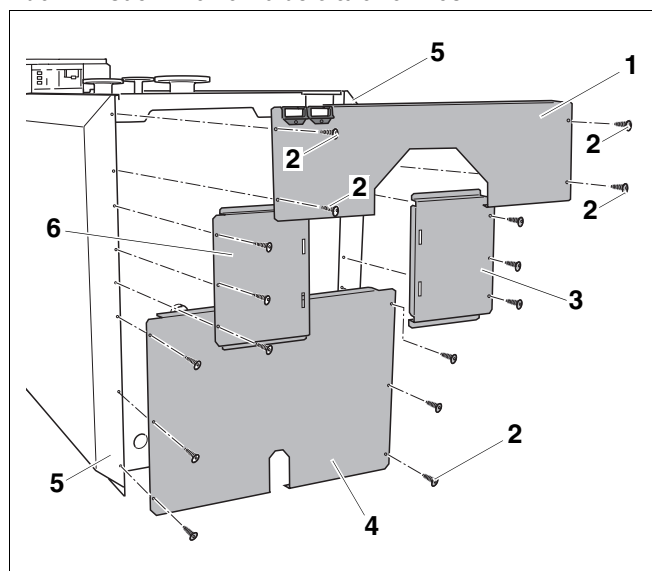

Рис. 43 Монтаж элементов задней стенки
- Закрепить нижний элемент задней стенки (рис. 43, поз. 4) 6 винтами (рис. 43, поз. 2) к нижним боковым стенкам (рис. 43, поз. 5).
- Установить средние элементы задней стенки (рис. 43, поз. 3 и 6) на нижнюю заднюю стенку (рис. 43, поз. 4). Уголки должны быть направлены внутрь.
- Закрепить средний элемент задней стенки 6 винтами (рис. 43, поз. 2) к задним боковым стенкам (рис. 43, поз. 5).
- Установить верхний элемент задней стенки (рис. 43, поз. 1) с отбортовкой на средний элемент задней стенки (рис. 43, поз. 3 и 6) и задвинуть в вырезы боковых крышек котла.
- 2 винта (рис. 43, поз. 2) вставить вверху через задние стенки, задние боковые стенки, боковые траверсы и затянуть.
- Соединить внизу задние и боковые стенки 2 винтами (рис. 43, поз. 2).